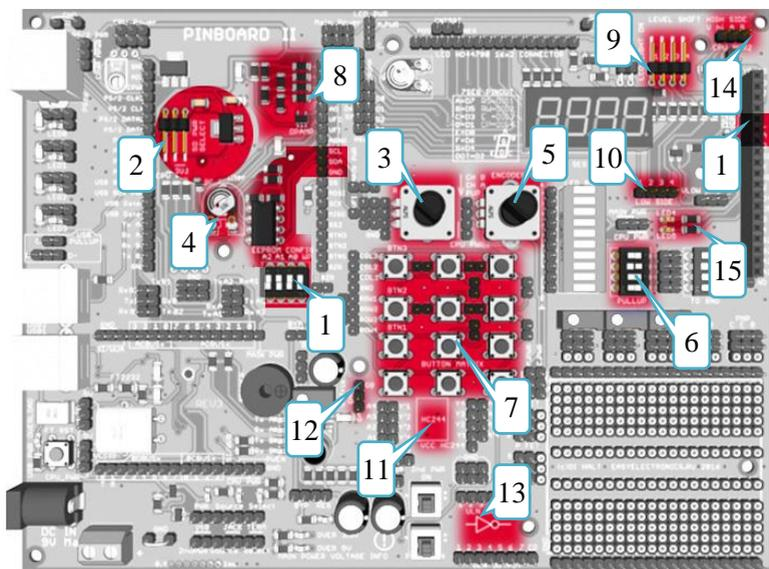
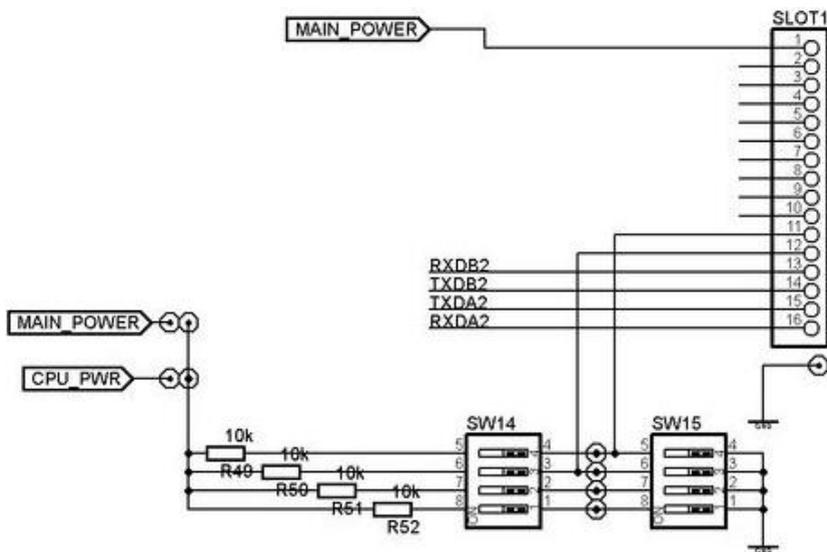

Рис. 3.15 – Расположение периферийных устройств
Рис. 3.22 – Электрическая схема переключателей
В лабораторных работах используется энкодер ЕС12Е2440А6 («5», рисунок 3.15), который имеет 24 отверстия, максимальный рабочий ток 5 мА, ресурс – 15000 циклов. По сравнению с приведенным выше примером формирование импульсов будет инверсным: в исходном состоянии 00, а затем 10, 11, 01. За один полный оборот ручки его выводы изменят состояние от 00 до 11–24 раза, то есть за один щелчок диск энкодера поворачивается на 15 градусов.
**Четырехразрядный блок переключателей** («б» на рис. 3.15) может использоваться для формирования цифровых управляющих сигналов (рисунок 3.22). Переключателем SW14 можно установить высокий уровень, а SW15 – низкий. Две линии этого блока выведены на разъем расширения.
Для преобразования 5 В в 3,3 В можно использовать четырехканальный делитель напряжения. Цифрой «9» обозначена сторона высокого напряжения (**High Side**), а цифрой «10» низкого (**Low Side**) (рисунок 3.15) и («3», «4» рисунок 3.25).
Связь шин с различными значениями питающего напряжения, работающие по принципу «монтажное И» с подтягивающим резистором (I2C, TWI, 1-Wire), выполняет двухканальный транзисторный конвертер логических уровней («5», «6» рисунок 3.25) и («14», «15» рисунок 3.15). Для его использования кроме